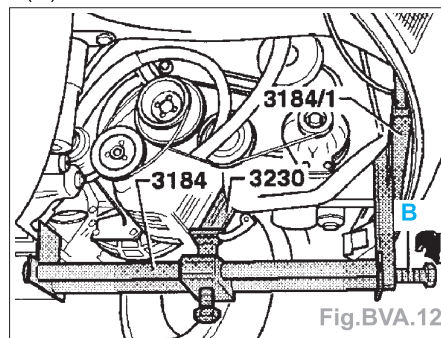

Fig. BVA.12
- Dévisser le palier de fixation (A) de la boîte (flèches 2).
- Faire pivoter vers l'avant : tourner l'axe (B) vers la gauche (Fig. BVA.12).
- Faire pivoter vers l'arrière : tourner l'axe (B) vers la droite.